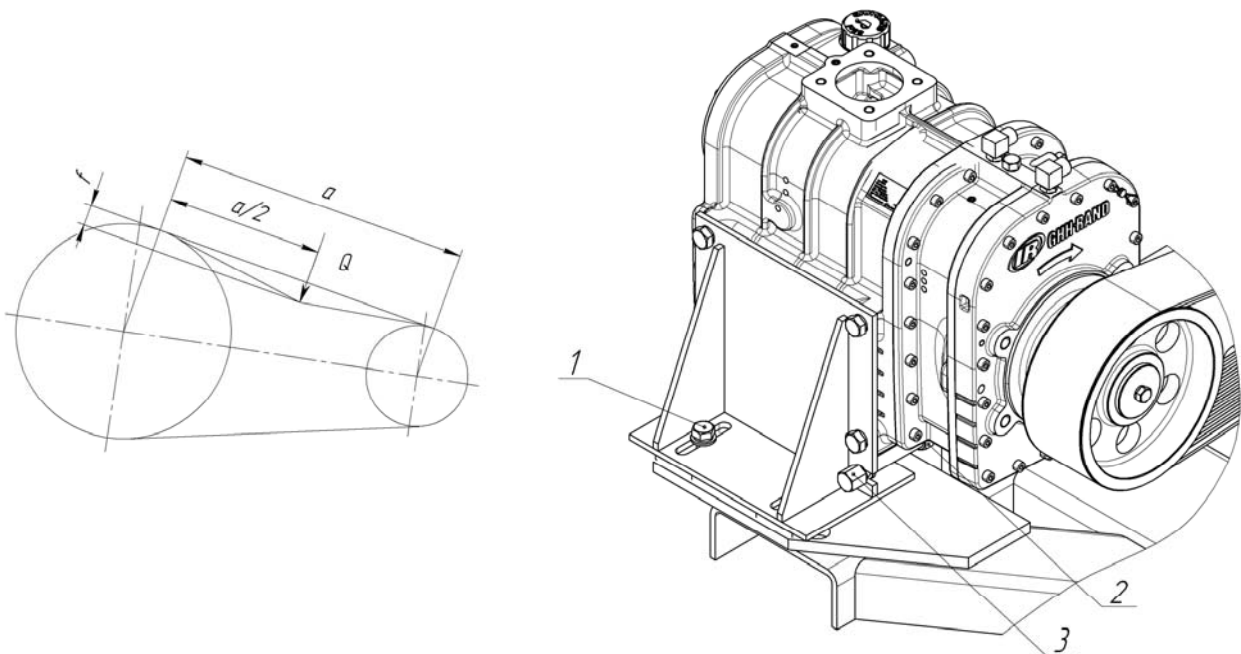

Рис. 4. Натяжение ремня.
Натяжение ремня производится в следующем порядке (см. Рис. 4):
- отвернуть на несколько оборотов контрольную гайку 1 (рис.4);
- ослабить на пол-оборота четыре гайки 2 (рис.4) крепления подвижной плиты;
- поворотом регулировочного винта 3 (рис.4) получить требуемое значение прогиба.